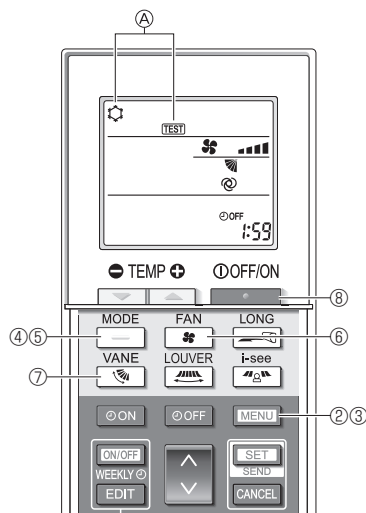

Fig. 8-5
- 2 Apăsați butonul [MENU] timp de 5 secunde. (Fig. 8-5)
A Mesajul [TEST] și modul de funcționare curent sunt afișate. (Fig. 8-5)